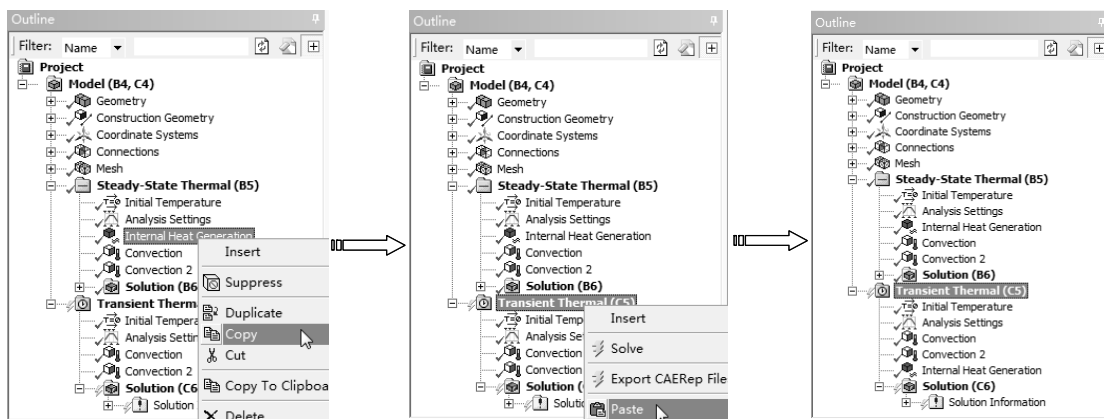

图 11-58 复制 Internal Heat Generation 载荷
3) 在【Steady-State Thermal (B5)】下选择【Internal Heat Generation】节点，单击鼠标右键，在弹出的快捷菜单中选择【Copy】命令，然后选中【Transient Thermal (C5)】节点，单击鼠标右键，在弹出的快捷菜单中选择【Paste】命令，复制 Internal Heat Generation 载荷，如图 11-58 所示。